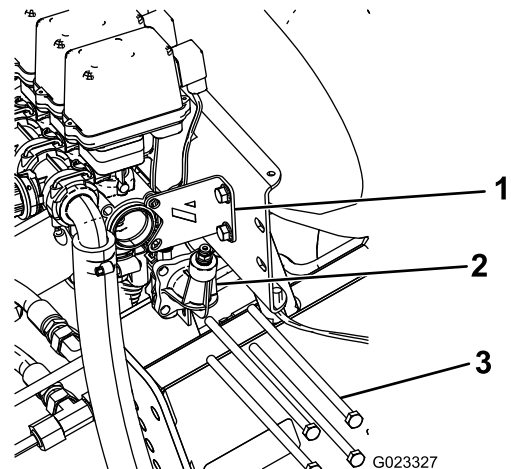

Figure 9
2. Retirez les 4 longs boulons qui fixent la prise de manomètre aux vannes de la rampe, et mettez-les au rebut (Figure 9). Conservez les rondelles plates et les écrous.
3. Retirez et conservez les 2 boulons et écrous qui fixent le support de stabilisation au bloc de vannes (Figure 9).